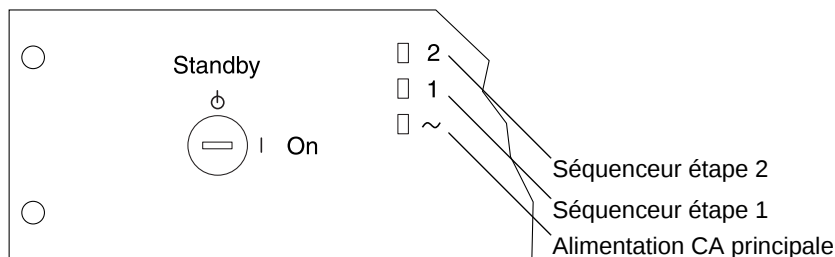

FIGURE 2-15 Voyants d'état du séquenceur avant
Les trois voyants d'alimentation sur le panneau du séquenceur avant indiquent l'état du séquenceur d'alimentation avant (FIGURE 2-15). Les voyants (DEL) de l'alimentation CA principale s'allument lorsque le système est sous tension, puis le voyant du séquenceur à l'étape 1 s'allume, suivi immédiatement du voyant du séquenceur à l'étape 2.
- a. Vérifiez que les trois voyants d'état du séquenceur avant sont allumés (FIGURE 2-15), ce qui indique que le processeur de service de stockage, le concentrateur Ethernet et le plateau auxiliaire du processeur de service de stockage sont sous tension.**